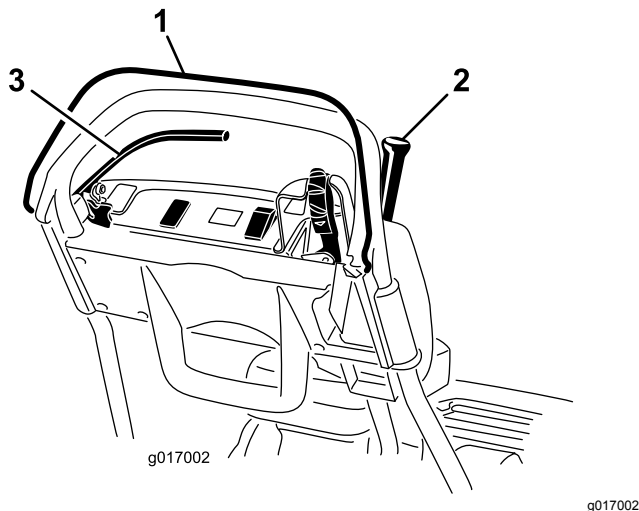

図 34
3. OPC を解除した状態で、走行レバーを入れる 図 34。レバーが入らなければ正常。走行レバーが入るのはインタロックシステムの異常であるから修理する。必ず修理してから使用すること 走行インタロックスイッチの整備 \(ページ 35\)を参照。
4. OPC を押し、走行レバーを入れた状態から OPC を解除する 図 34。走行レバーが外れれば正常。走行レバーが外れないのはインタロックシステムの異常であるから修理する。必ず修理してから使用すること。 走行インタロックスイッチの整備 \(ページ 35\)を参照。
5. OPC を押し、シフトレバーを左に入れた状態から走行・リール回転にセットし、OPC を解除する 図 34。走行レバーが外れれば正常。走行レバーが外れないのはインタロックシステムの異常であるから修理する。必ず修理してから使用すること 走行インタロックスイッチの整備 \(ページ 35\)または リールコントロールの調整 \(ページ 39\)を参照。